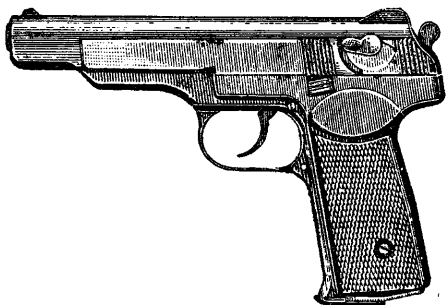

Рис. 1. Общий вид 9-мм автоматического пистолета Стечкина
1. 9-мм автоматический пистолет Стечкина (рис. 1) является мощным личным оружием, в котором сочетаются боевые свойства пистолета и пистолета-пулемета. Он предназначен для